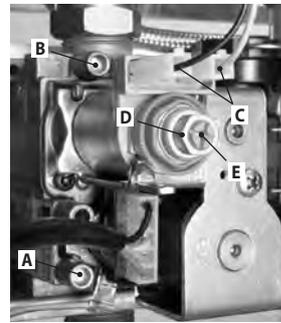

Рис. 7.1
Выключив котел (приведя его в нерабочее состояние), проверьте давление подачи газа при помощи отвода А (Рис. 7.1) и сравните считанное значение со значениями, приведенными в таблице «Давление газа на подаче» в разделе раздел «Технические данные FEDERICA 24 ATMO» на стр. 12.
- Тщательно закройте отвод для замера давления А (Рис. 7.1).
- Откройте отвод для замера давления «В» (Рис. 7.1) и подсоедините манометр.
Чтобы откалибровать давление в горелке, поверните большую шестигранную латунную гайку модулирующего устройства D (МАКС.), см. Рис. 7.1 (при вращении гайки по часовой стрелке давление увеличивается).
- Сравните значение измеренного давления со значениями, указанными в разделе «Технические данные FEDERICA 24 ATMO» на стр. 12. Чтобы калибровать давление в горелке, крутите пластиковый винт (E (MIN) (Рис. 7.1), удерживая неподвижной большую шестигранную латунную гайку D (МАКС.) (Рис. 7.1) модулирующего устройства (давление увеличивается при повороте по часовой стрелке).
- Восстановите подключение провода питания С модулирующего устройства (Рис. 7.1).
- Закройте отвод для замера давления «В» (Рис. 7.1).